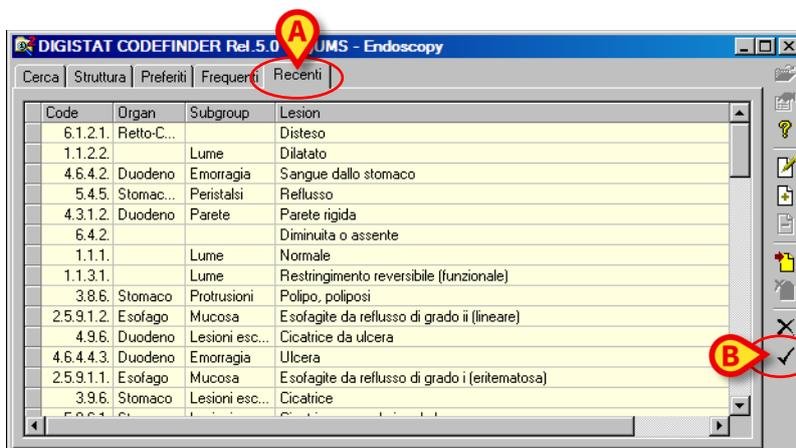

Fig 59 - Recenti
1. cliccare l’etichetta “Recenti” (Fig 59 A) per accedere alla lista dei codici usati di recente.
3. Cliccare il pulsante  (Fig 59 B). Il codice sarà così inserito.